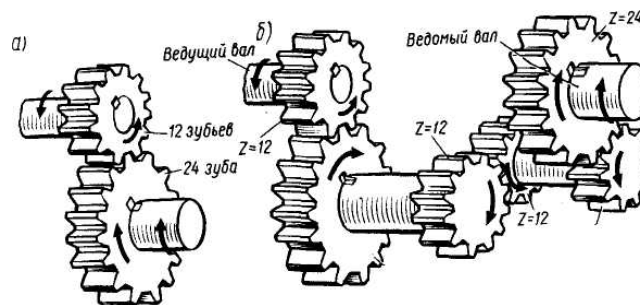

Рис. 78. Зубчатая передача.
I. Чему равно передаточное отношение (передаточное число) в зубчатой передаче, показанной на рис. 78, а, если ведущей является шестерня, имеющая 12 зубьев?
II. Чему равен крутящий момент на валу ведомого колеса (см. рис. 78, а), если к валу ведущего приложен момент 4 Нм?(В ответе указать величину, численно равную крутящему моменту, выраженному в ньютон метрах).
Каково общее передаточное отношение в передаче, показанной на рис. 78, б?
Чему равна частота вращения (в оборотах в минуту) ведомого вала (см. рис. 78, б), если ведущий вращается с частотой 24 об/мин?
Чему равен крутящий момент на ведомом валу (см. рис. 78, б), если к ведущему приложено 4 Нм?